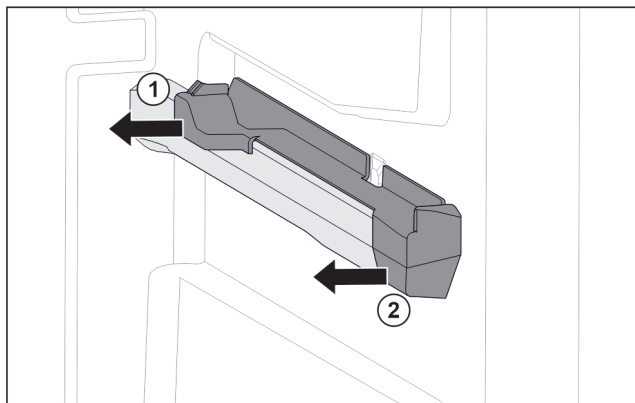

Fig. 71 Aufsteckteil auf der rechten Behälterrippe
- ▶ Aufsteckteil hinten zur Seite abziehen. Fig. 71 (1)
- ▶ Aufsteckteil vorne zur Seite abziehen. Fig. 71 (2)